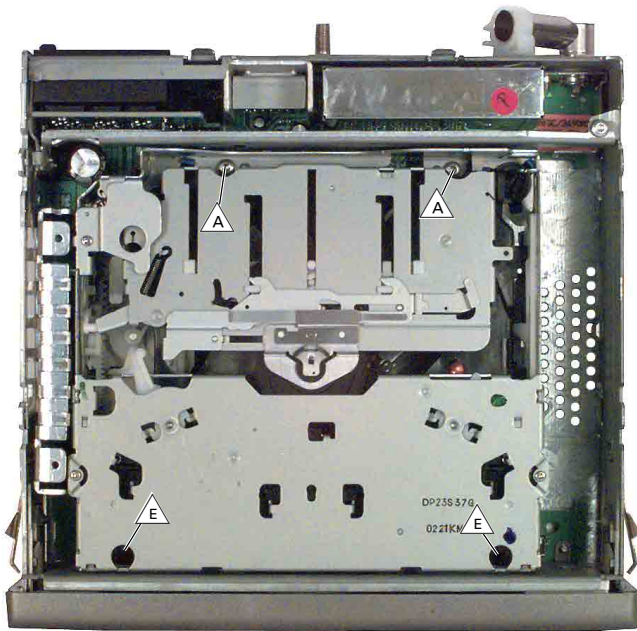

Fig. 3.1
- 4 Schrauben $\triangle A$ (Fig. 3.1) herausschrauben und das Laufwerk herausnehmen.
- Undo 4 screws $\triangle A$ (Fig. 3.1) and remove the drive.